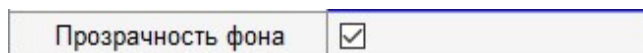

Рисунок 4.58 – У объекта есть свойство «Прозрачность фона»
4. **Кнопка чекбокс** (Рисунок 4.58). С помощью кнопки чекбокс задается значение – есть свойство или нет.